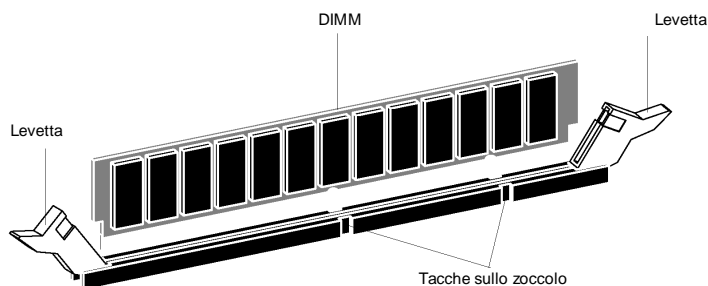

Figura 4-19 Sblocco del DIMM
1. Per sbloccare il DIMM, spingere verso l'esterno le levette poste sui lati del DIMM (vedere Figura 4-19).